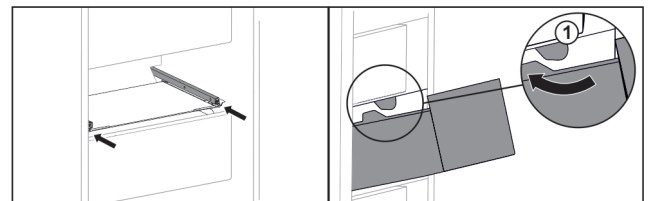

Fig. 100
- ▶ Lirka utdragslåda runt stopplackarna Fig. 100 (1).